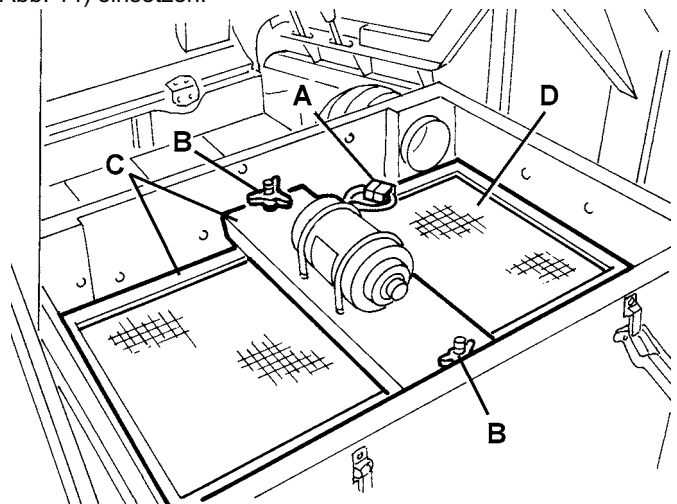

Abbildung 13
5. Den Stecker (A, Abb. 13) des Filtrerrüttlern trennen.
6. Die Knöpfe (B, Abb. 13) ausschrauben und den Staubfilterrahmen (C) entfernen.
7. Den Staubfilter (D, Abb. 13) entfernen.